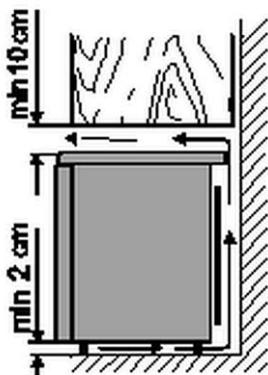

Рис. 2: Вид сбоку
- Сохранять расстояние не менее 10 см между верхней стороной прибора и находящимися над ним предметами (например, шкафом) (рис. 2).